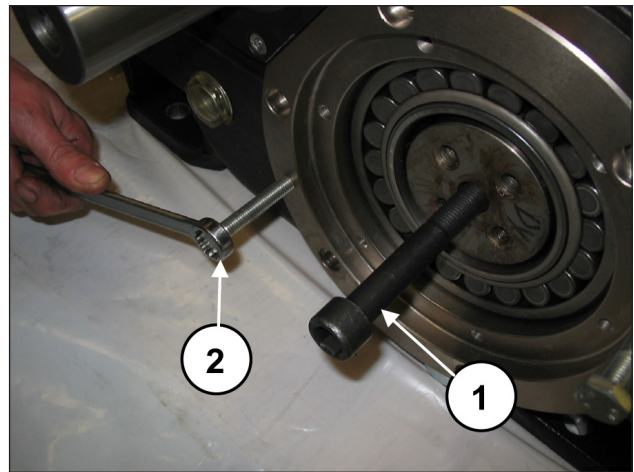
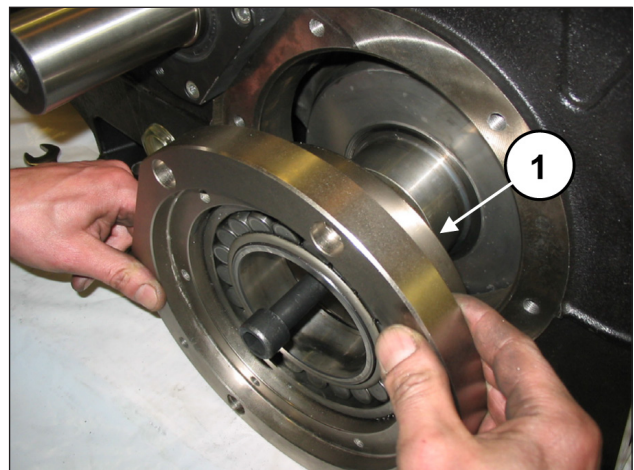

Abb. 24
Abb. 25
Setzen Sie einen Gewindestift M16 an ein Ende der Kurbelwelle (Pos. ①, Abb. 24) und ziehen Sie bei angehobener Welle den Lagerdeckel samt Lager und O-Ring heraus (Pos. ①, Abb. 25). Zum leichteren Ausbau verwenden Sie 2 Stiftschrauben oder Schrauben M10 (Pos. ②, Abb. 24) als Abzieher.